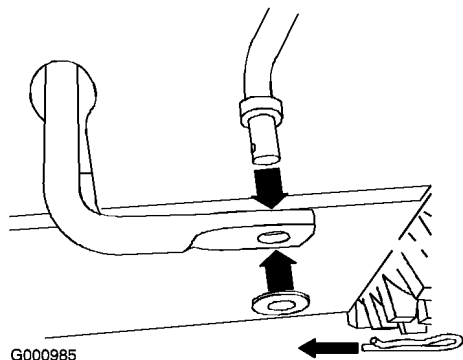

Figura 10
1. Togliete la coppiglia e la rondella dal lato inferiore dell'asta di comando della velocità ed inserite il lato inferiore dell'asta nel braccio articolato inferiore, in modo che il lato curvo dell'asta di comando della velocità sia rivolto indietro (Figura 10).